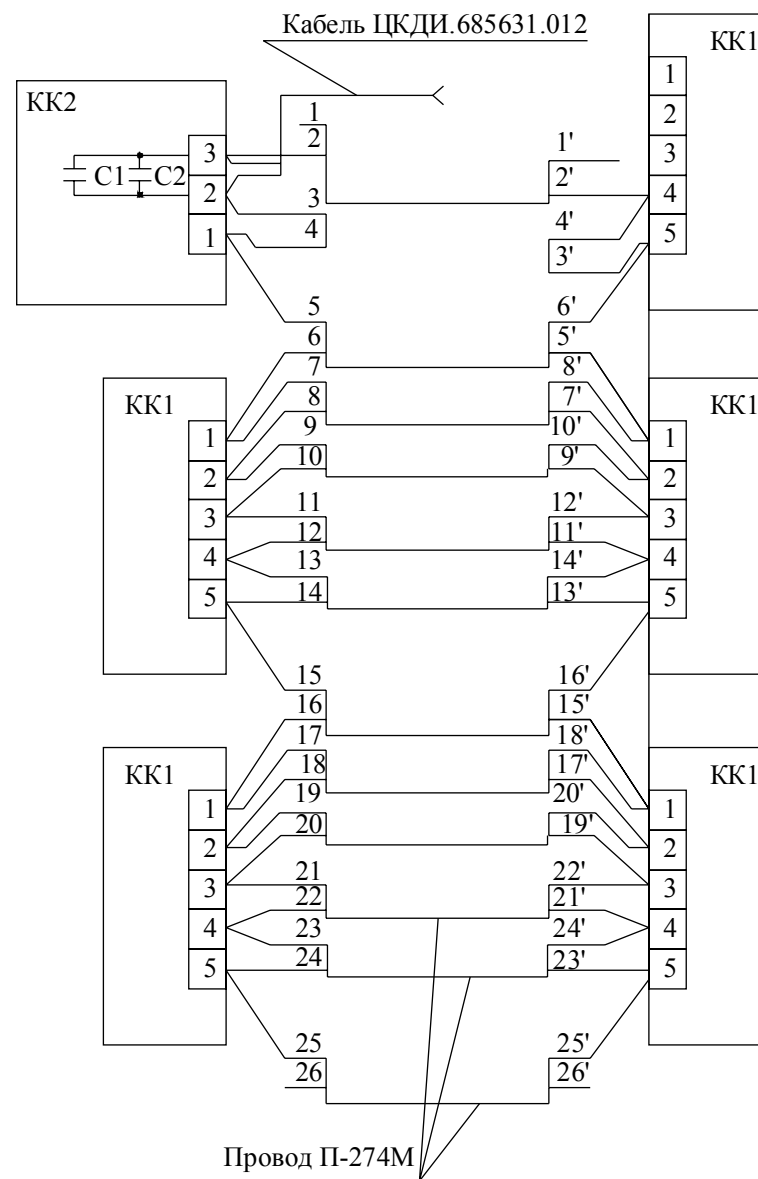

Рисунок 5.19
5.3.7 Стыковку ЧЭ двух однотипных изделий ЦКДИ.425313.001-05(06) производить на оконечной стойке. При стыковке на опоре установить шесть коммутационных коробок (две КК2 и четыре КК1) и двадцать шесть устройств для натяжения провода П – 274 М. Изображение стыковки двух СЗ приведено на рисунке 5.20. Схема соединения проводов в КК1 и КК2 для каждого изделия остается без изменения (рисунок 5.19).